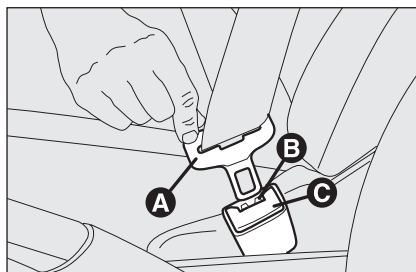

fig. 1
### UTILISATION DES CEINTURES DE SECURITE fig. 1
**Ne pas appuyer sur le bouton C-fig. 1 pendant la marche.**